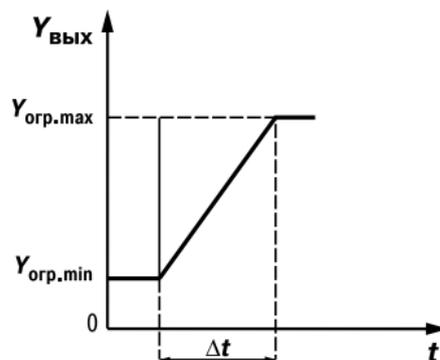

Рис. 10
– скорости изменения $V_{огр} = \frac{Y_{огр.max} - Y_{огр.min}}{\Delta t}$ (рис. 10), используемые для